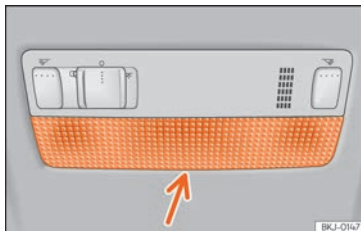

Abb. 63 Leseleuchte vorne.
- Das flache Ende eines dünnen Schraubendrehers zwischen Gehäuse und Glas einführen »» **Abb. 63**.